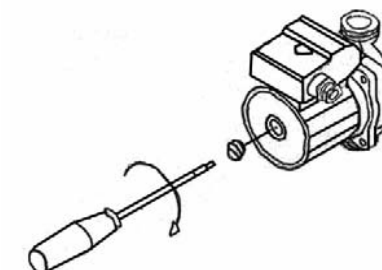

Рис. 5. Проверка циркуляционного насоса
- ✓ не заблокирован ли насос. Для этого при помощи отвёртки открутите заглушку насоса и проверните его вал несколько раз туда и обратно (см. Рис. 5), при этом котел необходимо отключить от электросети (вынуть вилку из розетки). Затем плотно закрутите заглушку. При выполнении данной операции возможны небольшие протечки воды из насоса, после установки заглушки необходимо убрать остатки воды с компонентов котла (протереть);